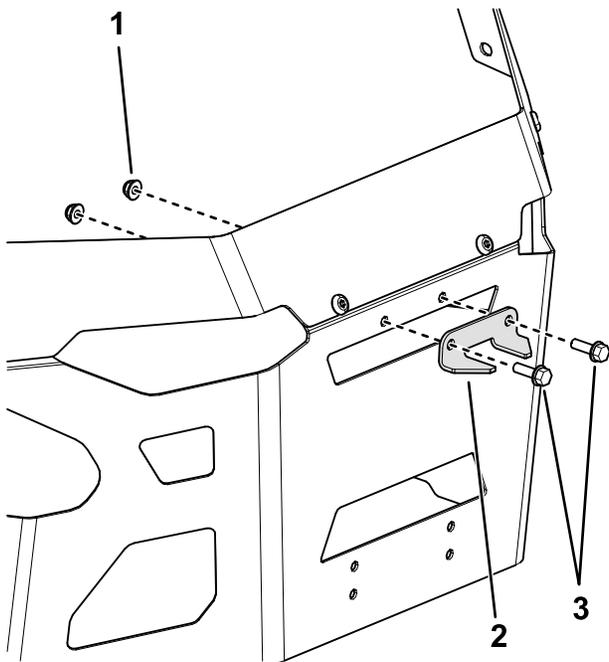

Figura 5
1. Instale o suporte estabilizador na proteção do motor utilizando 2 parafusos de carroçaria ($\frac{5}{16}$ x $\frac{3}{4}$ pol.) e 2 porcas de bloqueio ($\frac{5}{16}$ pol.) como se mostra na Figura 5.